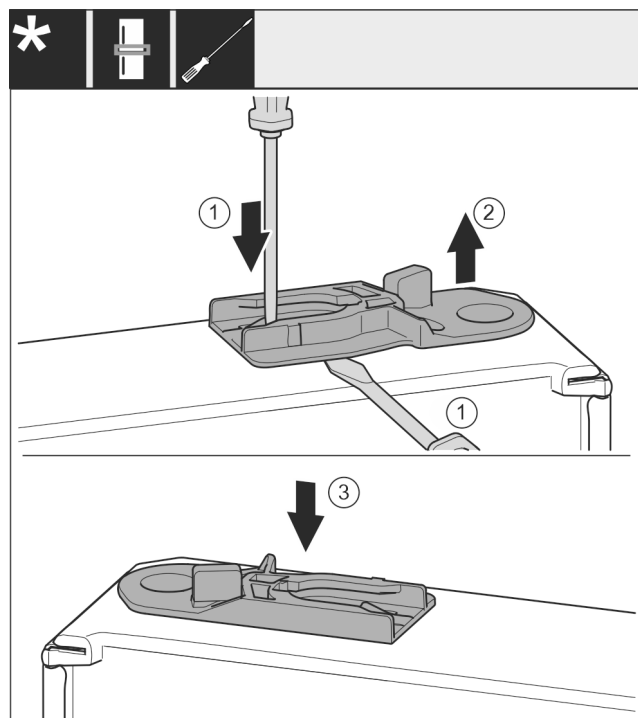

Fig. 39
- 拉出导向轴套：将接片 Fig. 39 (1) 用带槽螺丝刀按住的同时将带槽螺丝刀移动到导向轴套 Fig. 39 (2) 下方。
- 将供货时附带的导向轴套 Fig. 39 (3) 插入外壳的另一侧。